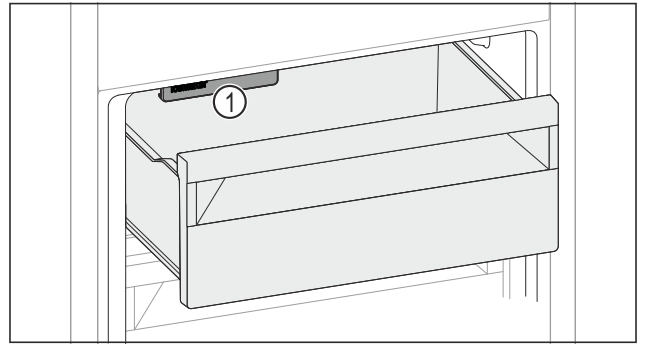

Fig. 154
- ▶ 请考虑 IceMaker Fig. 154 (1)。